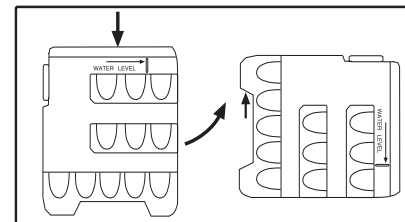

图2
- 打开冰盒盖，将冰盒按图2所示放置，往冰盒里注水，注意水位不要超过标识线（Max Water Level），注意：过量的注水会导致取冰困难。将冰盒按图2方向转90度，静置，直到水均匀流到椭圆的制冰区内，然后按取冰盒的逆序步骤，将冰盒放回门衬内。